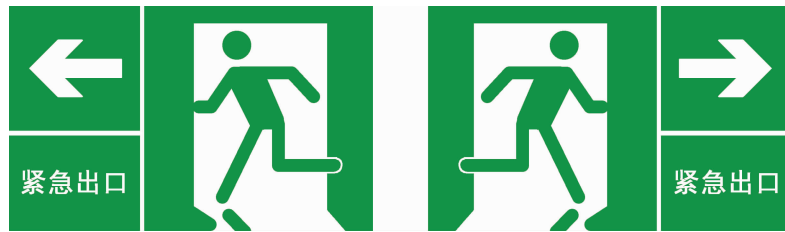

图 8 方向补充标志
7.2.2 方向补充标志如系指示左向(包括左上、左下)则放在主标志的左侧,如系右向(包括右上、右下)则放在主标志的右侧,如图 8 所示。